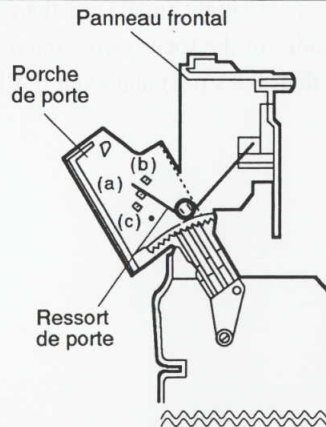
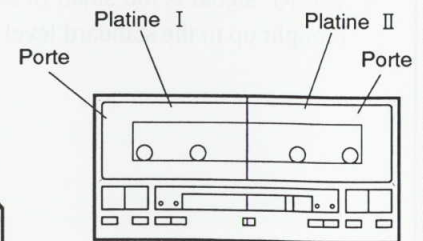

Fig. 2
Fig. 3
1. Fixer le ressort de porte sur la position (a) indiquée sur la Fig. 2 et placer l'ensemble du panneau frontal verticalement comme indiqué sur la Fig. 3.